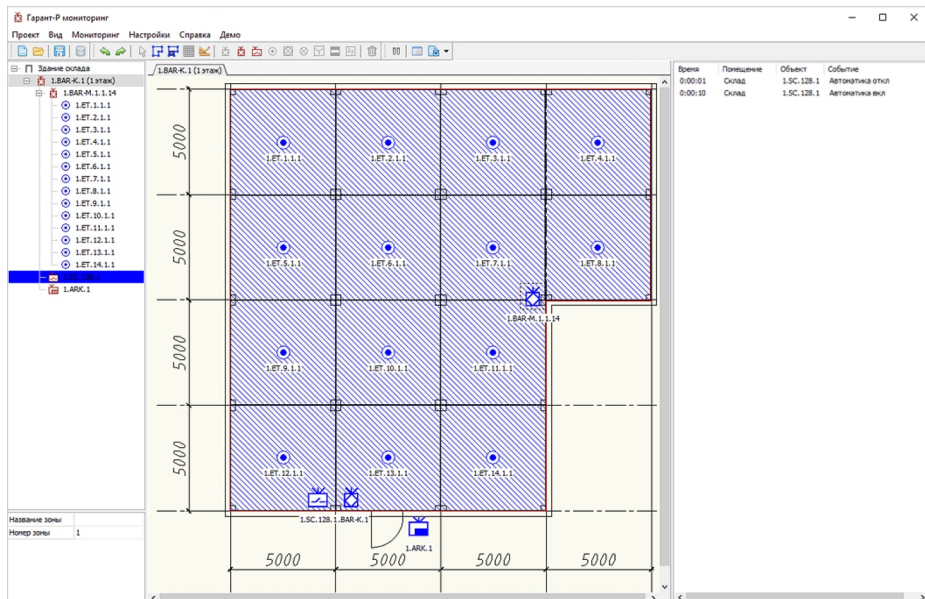

Рис. 30. Сообщение «Автоматика отключена»
**«Автоматика отключена».** Данное состояние наступает в зоне контроля «БУР». Соответствующий «БУР» в области структуры системы и рабочей области проекта будет мигать синим цветом, а его область защиты на планировке – синей штриховкой (см. рис. 30). Если событие произошло во время события «Тревога», отсчет времени задержки на запуск модулей пожаротушения будет приостановлен и начнется дополнительный период задержки длительностью 120 с, который будет отображен в нижней части журнала событий.